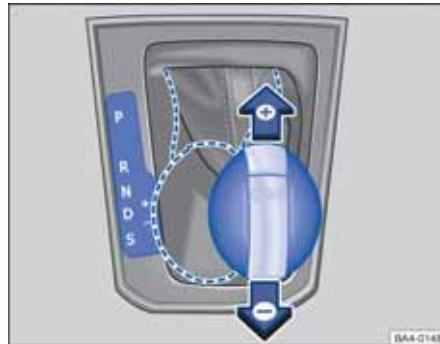

图 127 换挡杆在 Tiptronic 手动电控换挡程序位置上。
- 向前 + 或向后 - 短促按压换挡杆，即可换高挡或降挡 ⇒ 图 127。